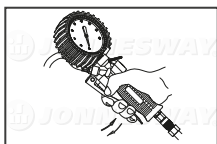

рис.2
- 5.4 Нажать клавишу куркового механизма и сжатый воздух начнет поступать в шину (рис. 2);